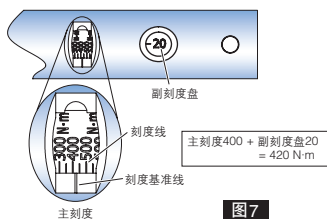

图7
- ② 如图7可读取设定扭矩值。图7的扭矩值为420N·m。